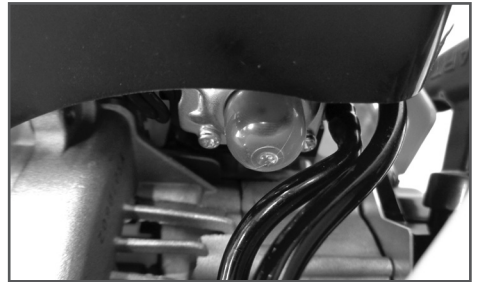

Рис.9 Ручной топливный насос
3. Нажмите на ручной топливный насос 7-10 раз, до появления в нем топлива. Насос находится в нижней части карбюратора под корпусом воздушного фильтра (Рис.9).